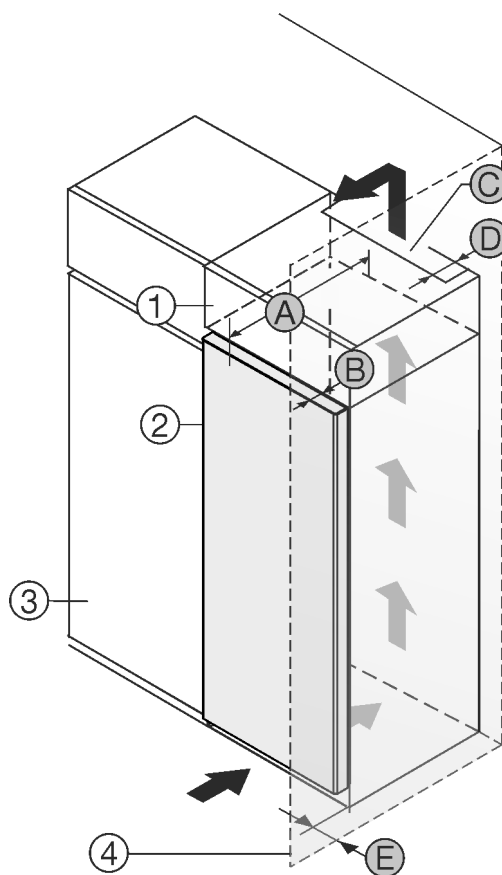

Fig. 1
- (1) Rehausse *
- (2) Appareil *
- (3) Placard de cuisine *
- (4) Mur *
- (5) Mur *
- (A) Profondeur de l'appareil *
- (B) Profondeur de porte *
- (C) Section de ventilation *
- (D) Distance du dos de l'appareil *
- (E) Distance par rapport au côté de l'appareil *
Vous pouvez placer le réfrigérateur directement à côté de l'armoire de cuisine Fig. 1 (3)*
Une sortie d'air avec la profondeur Fig. 1 (D) doit être présente au dos de la rehausse sur toute sa largeur.*
La section de ventilation *Fig. 1 (C)* sous plafond doit être respectée.*
Si le réfrigérateur est installé avec les charnières près d'une paroi *Fig. 1 (4)*, la distance entre le réfrigérateur et la paroi doit être d'au moins 13 mm.*
Pour pouvoir ouvrir complètement les portes, le réfrigérateur doit dépasser de la profondeur de la porte *Fig. 1 (B)* par rapport à la façade du placard. L'appareil peut déborder encore plus en fonction de la profondeur des placards *Fig. 1 (3)* et de l'utilisation de cales d'épaisseur.*